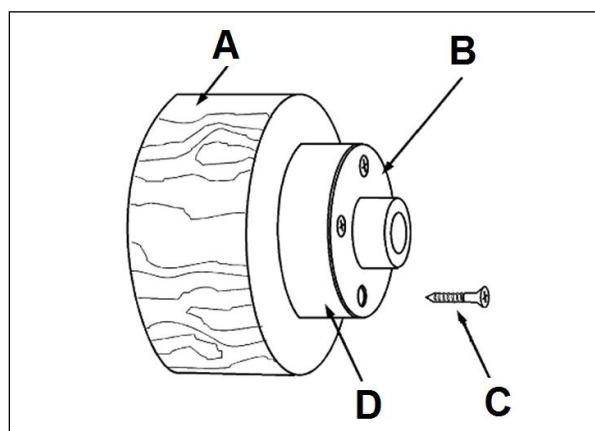

Fig. 28
Fixer la pièce à usiner (A, Fig. 28) avec 4 vis à bois (C) par derrière directement sur le plateau circulaire.